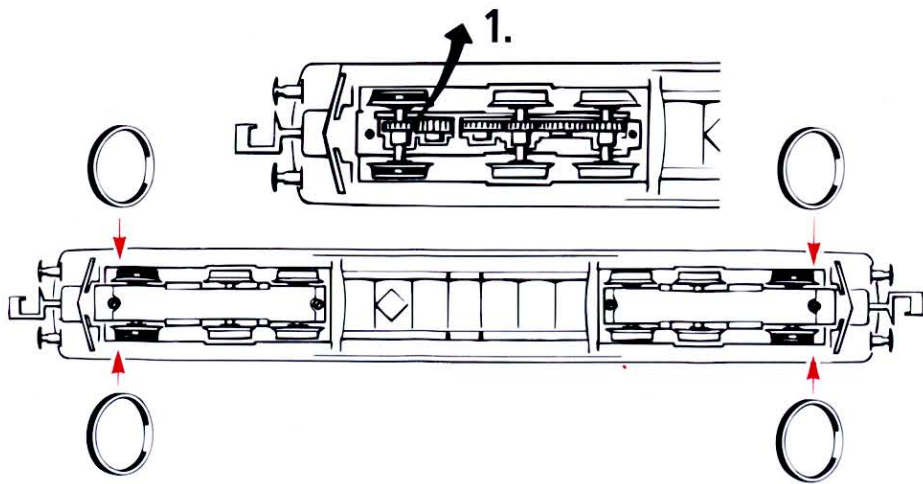

Fig. 8
Les lames de contact risquent de s'encrasser rapidement sur des voies poussiéreuses. Veuillez **enlever la poussière** aux endroits marqués à la fig. 8 à l'aide d'un petit pinceau souple après avoir démonté la caisse de la locomotive (fig. 3).
1. Cleaning of wheel contacts: Wheel contacts easily get dirty on tracks which are not entirely clean. Use a small brush to **remove dirt** from spots marked in fig. 8. Prior to cleaning remove gear cover (fig. 3).
1. Reinigung der Radstromkontakte: Radstromkontakte können auf unsauberen Schienen leicht verschmutzen. Bitte **entfernen Sie** vorsichtig mit einem kleinen Pinsel **den Schmutz** an den in Fig. 8 gekennzeichneten Stellen. Dazu zuerst den Getriebedeckel abnehmen (Fig. 3).